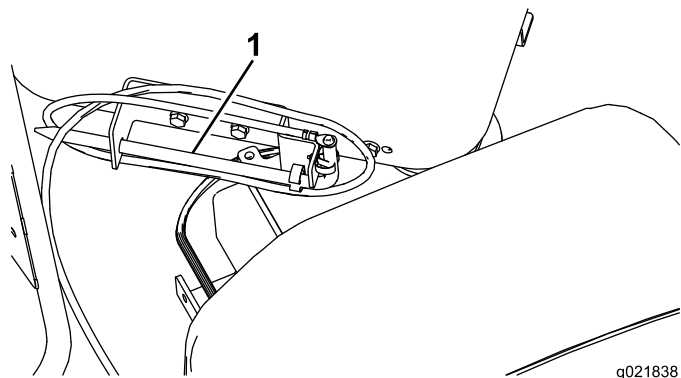

**Figure 66**
8. Rangez le piquet de terre dans son support sur la plate-forme de l'opérateur, comme montré à la Figure 66.